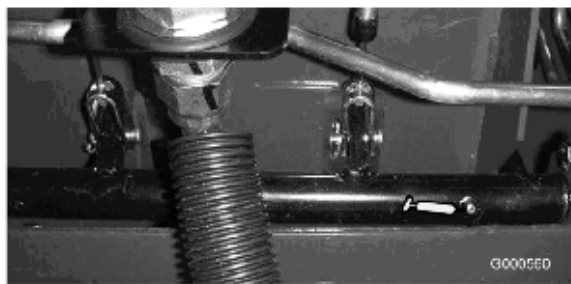

図 21
- ・ ブレーキ・シャフトのピボット・ベアリング (5ヶ所) (図 21)